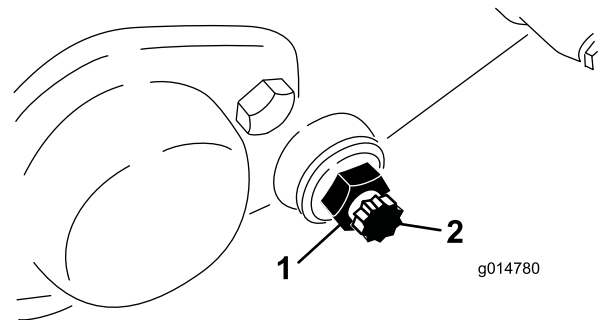

Figura 57
3. En cada lado de la máquina, afloje la contratuerca que fija el perno de la barra de asiento (Figura 57).
4. Retire cada perno, para poder tirar de la barra hacia abajo y retirarla de la máquina. Guarde las 2 arandelas de nylon y las 2 arandelas de acero troqueladas de cada extremo de la barra de asiento (Figura 57).